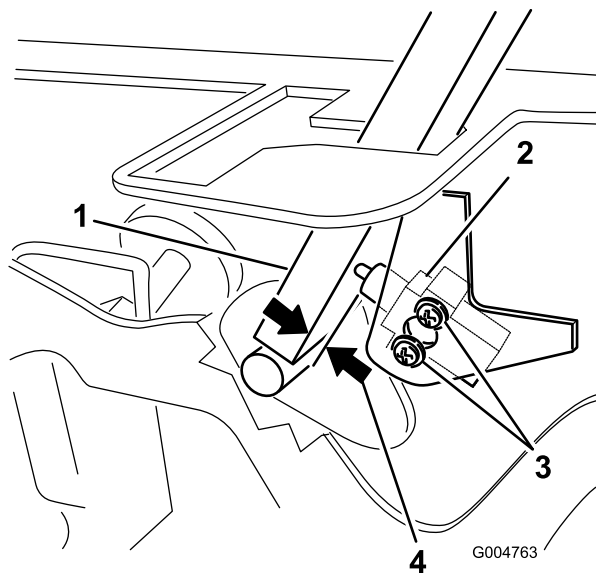

Figure 81
3. Desserrez les 2 vis de fixation du contacteur de sécurité (Figure 81).
4. Maintenez le levier de commande contre le cadre et rapprochez le contacteur du levier jusqu'à ce qu'ils soient espacés de 0,4 à 1 mm (0,015 à 0,045 po), comme montré à la Figure 81.